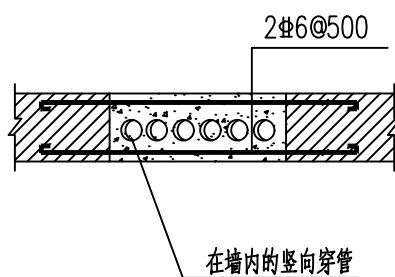

图6
12.4主体施工过程中，穿墙管线处洞口孔隙用C20细石混凝土捣实，其中电路穿墙管线集中处，应沿墙高每隔500加设2Φ6拉结筋，拉筋伸入两端实墙中1000锚固，如图6。所有穿墙管线处洞口孔隙混凝土浇灌应在上层施工前完成。